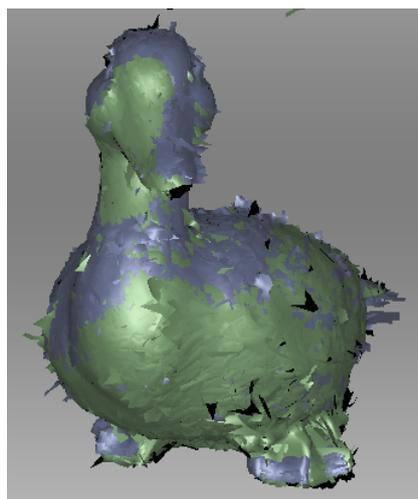

Рис. 9.13: Результат совмещения перетаскиванием
3. Чтобы подтвердить совмещение, отпустите кнопки мыши и клавишу Shift, затем нажмите кнопку *Применить*. Важно отметить, что ни один регистрируемый скан не будет добавлен к зарегистрированному  множеству (см. Рис. 9.13). Это можно сделать вручную, как сказано в разделе *Изменение статуса скана*.